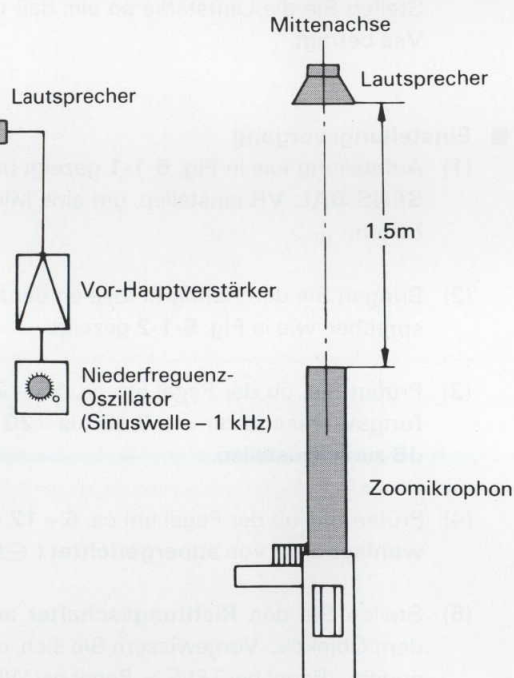

Fig. 5-1-2
- (3) Stellen Sie den **Richtungswähler** auf **supergerichtet** () und den **Dämpfungswahlschalter** auf **0 dB**.
- (4) Stellen Sie das Mikrophon vor dem Lautsprecher auf, wie in **Fig. 5-1-2** gezeigt, und erhalten Sie vom Lautsprecher einen ziemlichen „lauten“ Ton durch Sinuswellenanzeige – **ca. 1 kHz** (welche frei von Wellenformverzerrung bei Erhalt von der Tonquelle sein sollte.)
- (2) Bringen Sie den Handgriff lose an der Kamera an und platzieren Sie das Mikrophon vor den Lautsprecher, wie in **Fig. 5-1-2** gezeigt.
- (3) Prüfen Sie, ob der Pegel um ca. **15 – 20 dB (0,18 – 0,1 Mal)** gedämpft wird, wozu der **Dämpfungswahlschalter** von **0 dB bis – 20 dB** gestellt wird. Nach dem Prüfen, ist der **Schalter** auf **0 dB** zurückzustellen.
- (4) Prüfen Sie, ob der Pegel um ca. **6 – 12 dB (0,5 – 0,25 Mal)** gedämpft wird, wozu der **Richtungswahlschalter** von **supergerichtet** () auf **rundgerichtet** () zu stellen ist.
- (5) Stellen Sie den **Richtungsschalter** auf **AUTO** und drücken Sie den **Motorzoomschalter** auf dem Objektiv. Vergewissern Sie sich, daß der Pegel sich bei **6 – 12 dB** zwischen TELE und WIDE ändert. (Pegel bei TELE > Pegel bei WIDE)
- (6) Bringen Sie den Handgriff richtig an.